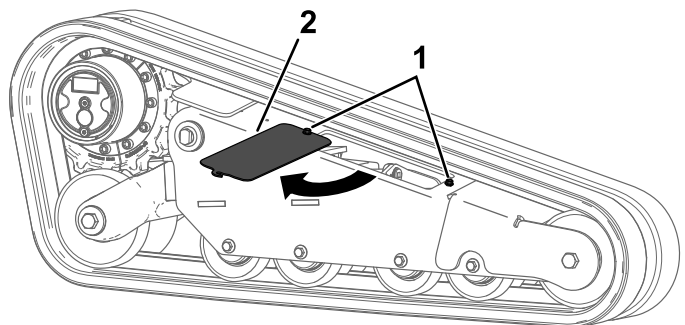

Figura 66
5. Afloje los 2 pernos y gire la cubierta de acceso para abrirla (Figura 66).
15. Cierre la cubierta de acceso y apriete los pernos (Figura 66). Apriete los pernos a 41 N·m (30 pies-libra).